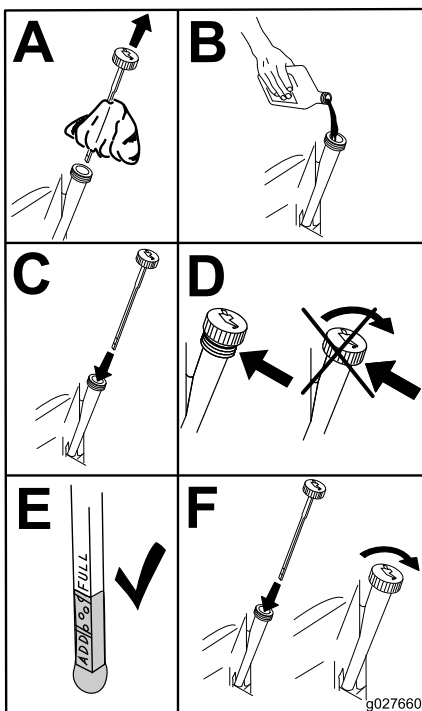

Figura 46
6. Deite cerca de 80% do óleo especificado no tubo de enchimento e adicione lentamente o óleo adicional para atingir a marca **Cheio** (Figura 46).